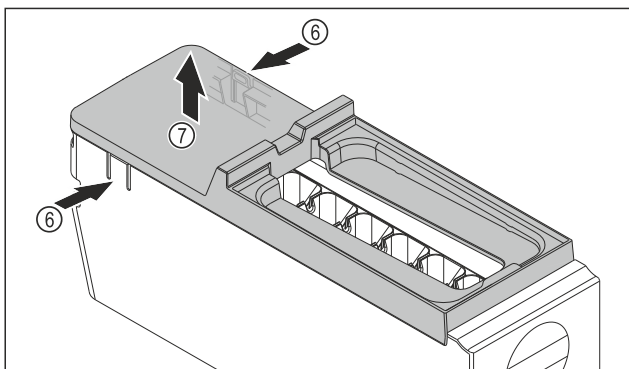

Fig. 142
- Retirer le couvercle du corps de l'EasyTwist-Ice : D'une main, pousser les languettes *Fig. 142 (6)* des deux côtés du corps de l'EasyTwist-Ice.
- De l'autre main, retirer le couvercle *Fig. 142 (7)* vers le haut.